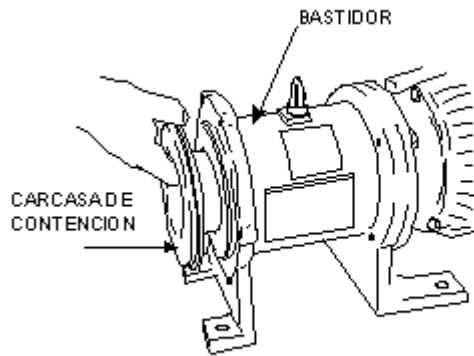

FIGURA 9
1. Después de una descontaminación exhaustiva de la bomba, retire la carcasa de contención, el magneto interno y la unidad del impulsor del bastidor (Figura 9).